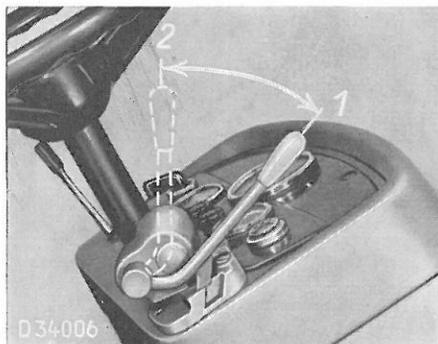
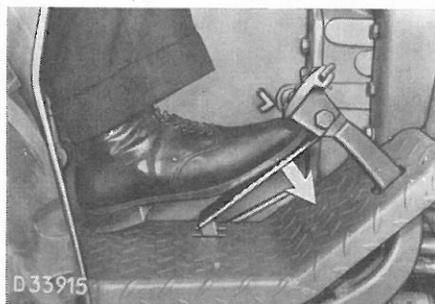

fig. 64 Manette d'accélération
fig. 65 Pédale d'accélération
**Pour le travail de champs** mettez la manette d'accélération (fig. 64) dans la position correspondant au régime désiré au tractomètre. **En roulant sur route** mettez la manette d'accélération en position « régime lent » et réglez le régime au moyen de la pédale d'accélération (fig. 65).